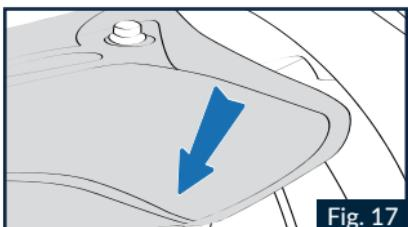

Fig. 17
1.3 Enlever la languette arrière de la mousse intérieure de confort de la mousse de joue gauche de l'interstice situé entre le joint arrière et la calotte interne en polystyrène. Ensuite, retirer complètement la mousse de la mousse de joue du casque (Fig.17).
6.1 Introduire la languette arrière de la mousse intérieure de confort de la mousse de joue gauche dans l'interstice situé entre le joint arrière et la calotte interne en polystyrène (Fig.17).